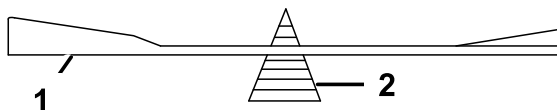

Figura 64
2. Verificați echilibrul lamei așezând-o pe dispozitivul de echilibrare a lamei (Figura 64).